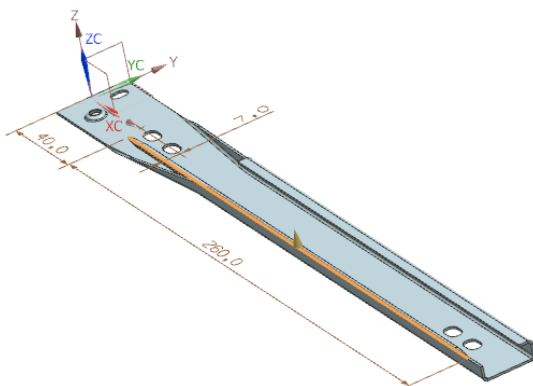

图 10-78 预览筋
(5) 在视图区预览所创建的筋特征，如图 10-78 所示。